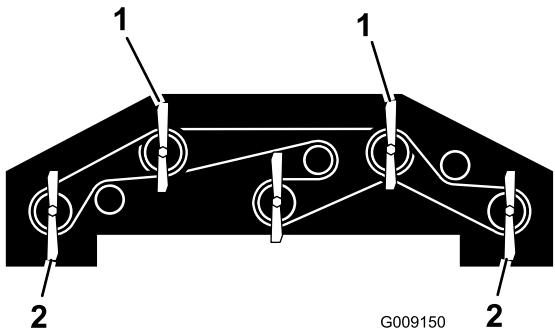

Figure 93
- Tournez les 2 lames avant extérieures et les lames des ailettes pour les pointer vers l'avant (Figure 93).